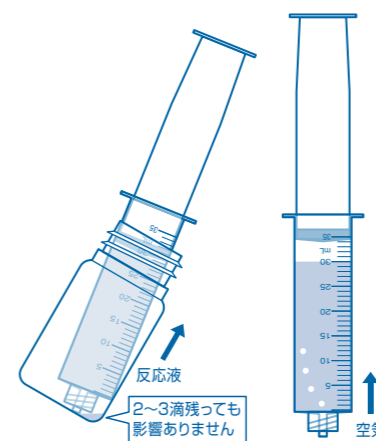

図5
⑤ 30mLシリンジに④の反応液を全量吸い込み、さらに空気を5mL程度吸い込みます。(図5)